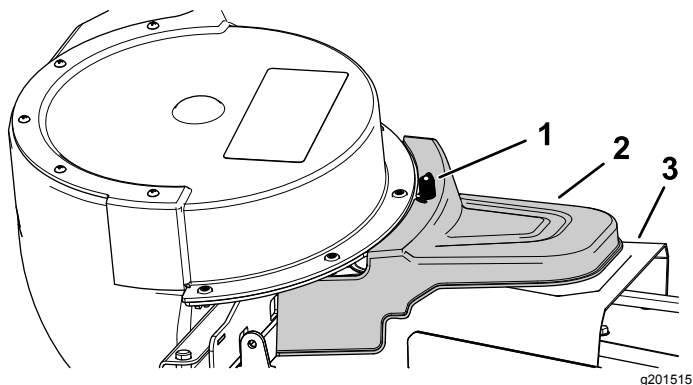

Figura 2
3. Remova o manípulo como se mostra na Figura 2.